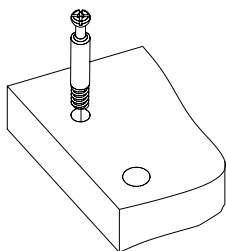

Рис.2
2. Вкрутите шпильки минификсов в деталь 1 (Рис.2)